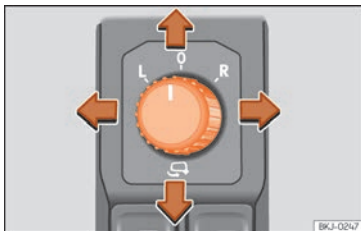

Fig. 149 Commande des rétroviseurs extérieurs.
1. Tournez le bouton rotatif » **fig. 149** en position **L** (rétroviseur extérieur gauche).
- Tournez le bouton rotatif » **fig. 149** en position **0** pour rabattre les rétroviseurs extérieurs. Pour éviter tout dégât, il est conseillé de toujours rabattre les rétroviseurs extérieurs lorsque vous passez dans une installation de lavage automatique.